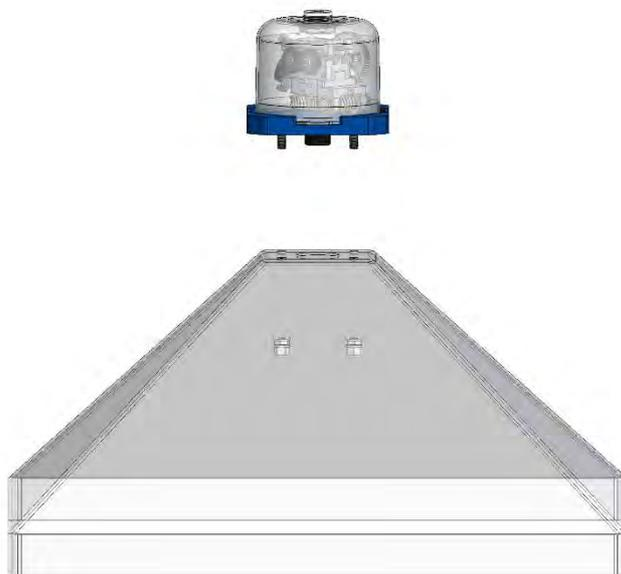

Figura 10
4. Disporre il Twister sull'estremità superiore della cappa assicurandosi che i grani presenti sulla base del Twister vengano inseriti negli appositi fori creati. Figura 10;